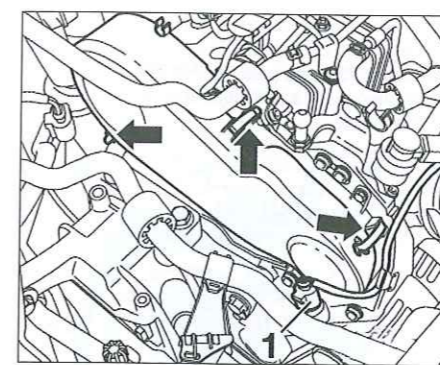

Fig. 4
- Desconectar el conector de la sonda de líquido de refrigeración (1).
- Abrir las grapas y desmontar el cáster de protección superior de la correa de distribución (Fig.4).